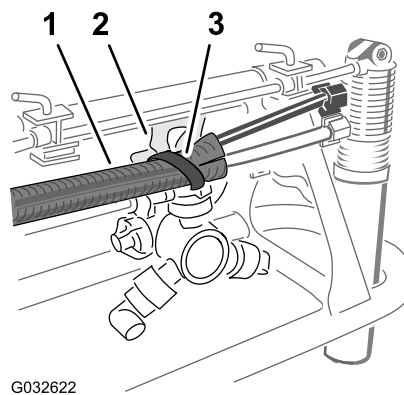

Рисунок 30
5. Закрепите трубки в сборе в отверстии опоры сопла при помощи кабельной стяжки, как показано на Рисунок 30.